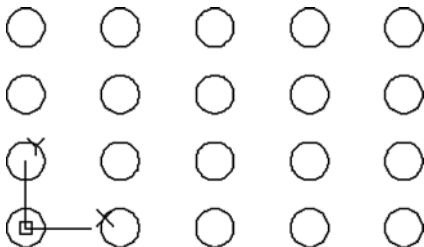

图 3-14 完成创建的矩形阵列
- 5) 在“阵列创建”选项卡中单击“关闭阵列”按钮。完成该范例创建的矩形阵列如图 3-14 所示。